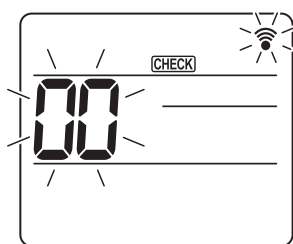
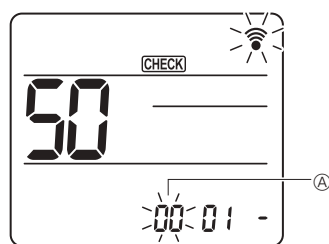
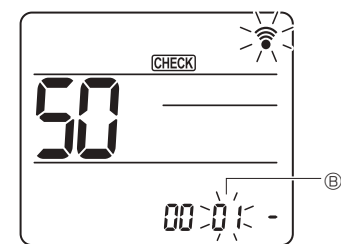
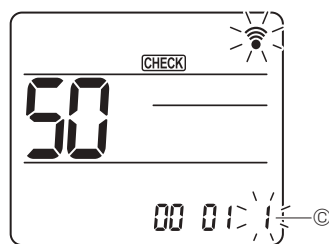

Fig. 7-16
Fig. 7-17
Fig. 7-18
Fig. 7-19
7.4.2. За допомогою безпроводного пульта дистанційного керування (Fig. 7-16, Fig. 7-17, Fig. 7-18, Fig. 7-19)
① Перехід у режим вибору функції
Загориться [CHECK] (ПЕРЕВІРКА) і почне блимати «00». (Fig. 7-16)
② Встановлення номера
Натисніть кнопку [50] для встановлення номера блока ①. (Fig. 7-17)
③ Вибір режиму
Натисніть кнопку [50] для вибору номера режиму ②. (Fig. 7-18)
④ Вибір номера параметра
За допомогою кнопки [50] змініть номер налаштування ③. (Fig. 7-19)